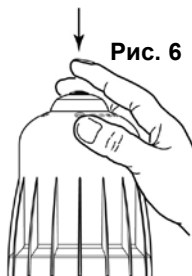

Рис. 6
- Нажмите на кнопку пуска в верхней части дозатора (Рис. 6).